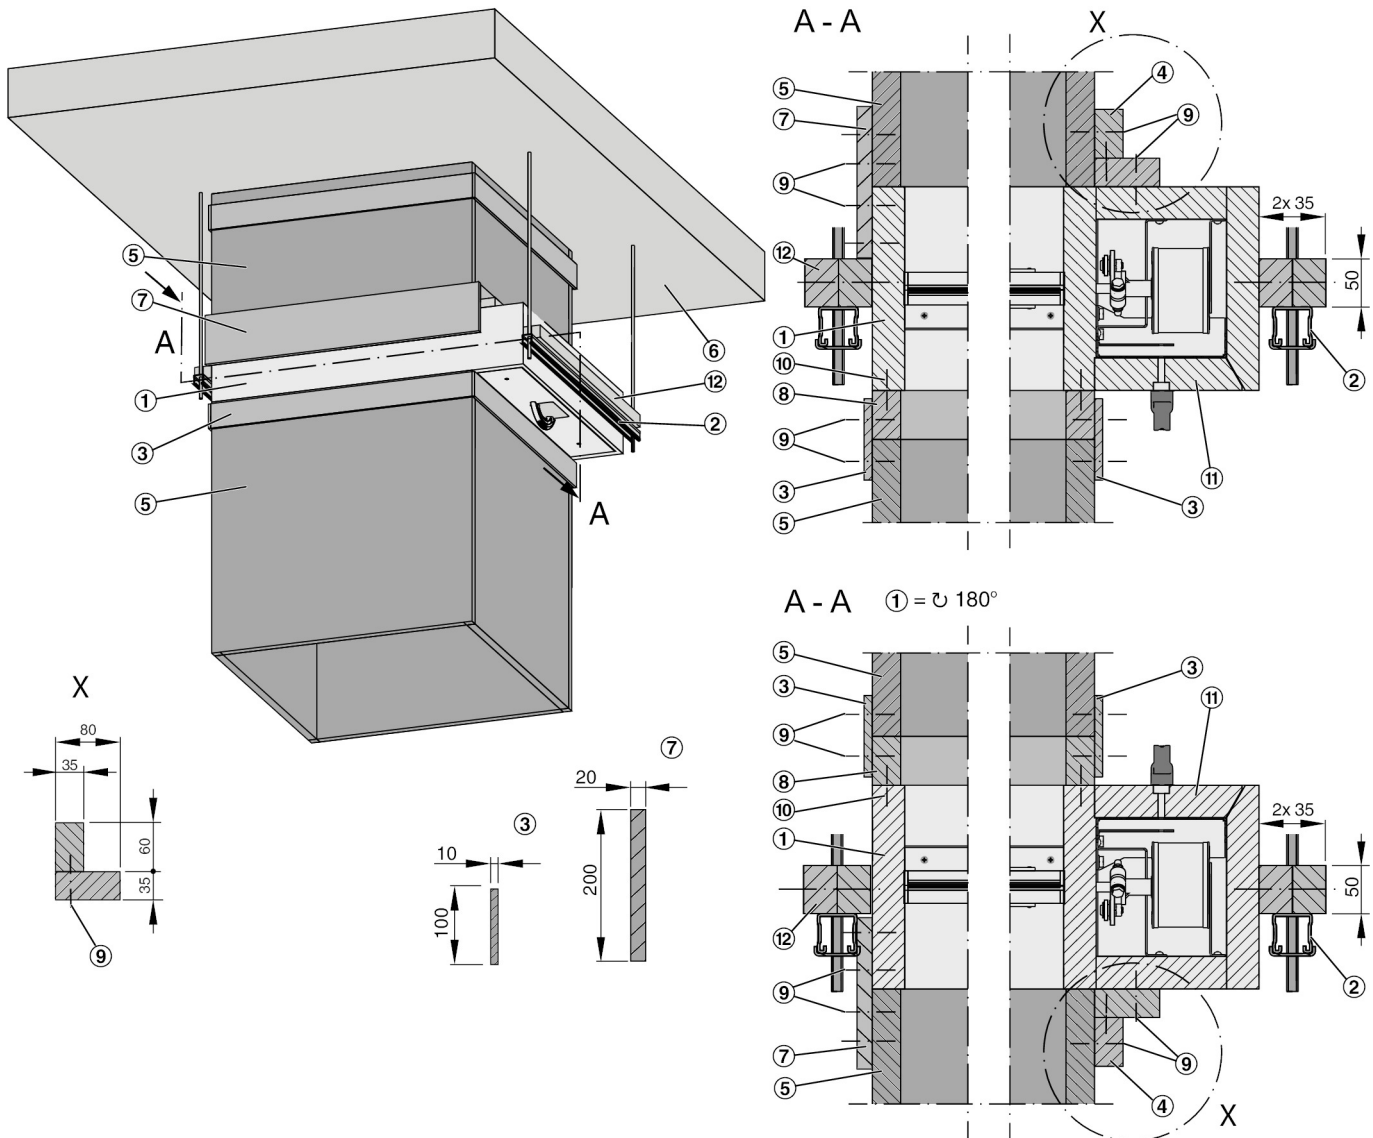

Abb. 30: Einbau in vertikaler feuerwiderstandsfähige Entrauchungsleitung, Bedienseite oben oder unten (siehe Schnitte)
2. ▶ An der Bedienseite an der Entrauchungsklappe einen Anschlussrahmen ( Abb. 30 /8) anbringen.
3. ▶ Aufdoppelung ( Abb. 30 /12) an der Entrauchungsklappe anbringen.
5. ▶ Riegel ( Abb. 30 /4) zwischen Antriebskapselung der Entrauchungsklappe und feuerwiderstandsfähiger Entrauchungsleitung herstellen. Stoßstellen untereinander und am Gehäuse verkleben.
6. ▶ Bei bündiger Lage von Entrauchungsleitung und Entrauchungsklappe, kann die Klappe mit Verbindungstreifen ( Abb. 30 /3 und /7) verbunden werden.